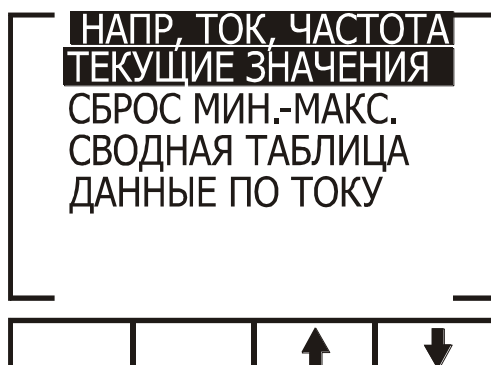

Рис. 24
2. Нажмите кнопку Enter. На дисплее появится экран настройки режима отображения значений напряжения, тока и частоты сети (рис. 24):